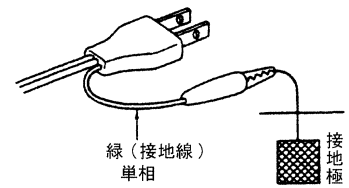

図8
(2) ケーブル
(3) 接地
- (a) 図8のワニグチクリップを利用して接地してください。